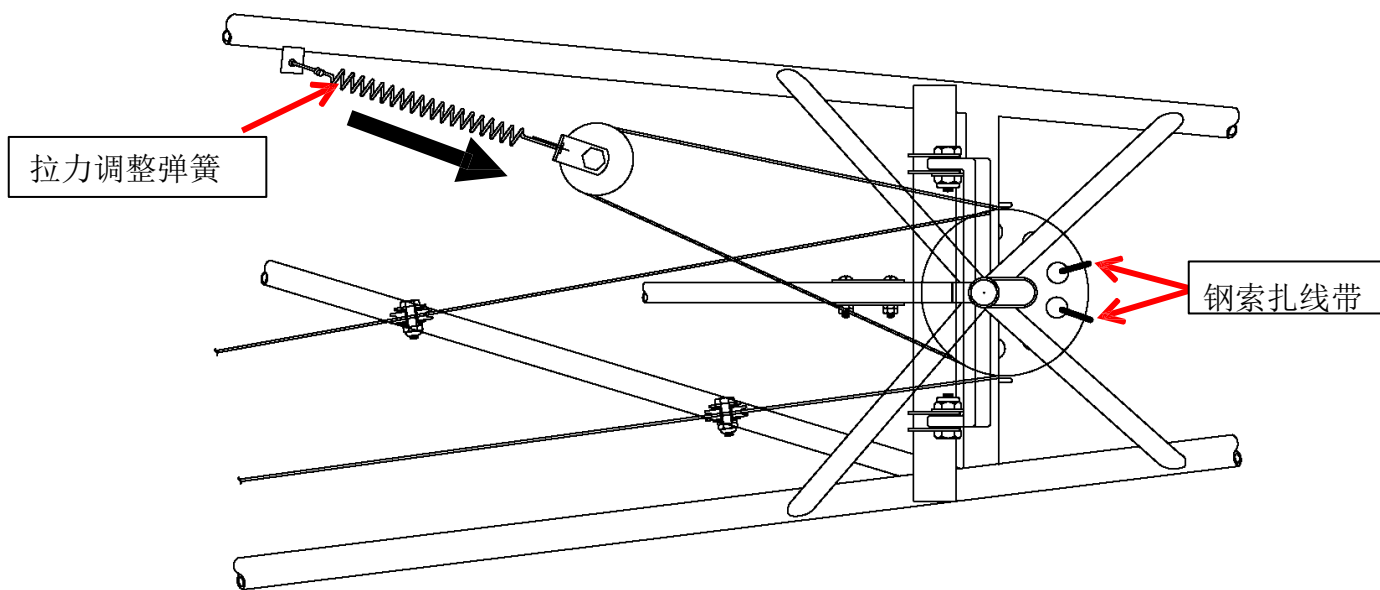

图 4 – 滑轮 / 水平安定面拉力调整弹簧
3. 使用钢索扎线带进行连接，固定在水平安定面舵架组件下面的滑轮上，使钢索不能从各自的槽道中滑出(见图 4)。
4. 使用钢索扎线带连接，将水平安定面拉力调整弹簧固定在尾部位置(见图 4)。